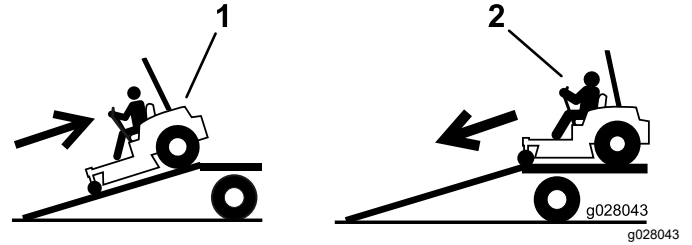

図 31
- 登りはバックで 図 31。
- 下りは前進で 図 31。